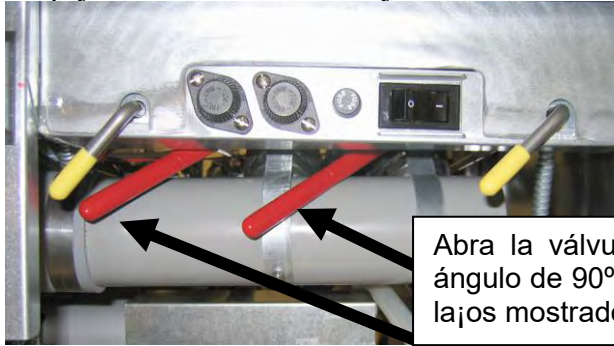

Figura 5
3. Drene el contenido de la cubeta en la bandeja del filtro girando el mango de la válvula de drenaje en un ángulo de 90° (véase la figura 5). Si es necesario, utilice la varilla de limpieza *Fryer's Friend* para despejar el **interior** del drenaje de la cubeta.